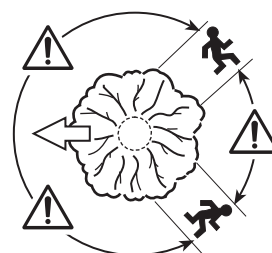

Fig. 37
- > Avant le début de la coupe, il est indispensable de prévoir un itinéraire de retraite et de dégager tous les obstacles. L'itinéraire de retraite doit être dirigé vers l'arrière, en diagonale, du côté opposé à la direction de chute supposée (Fig. 37).